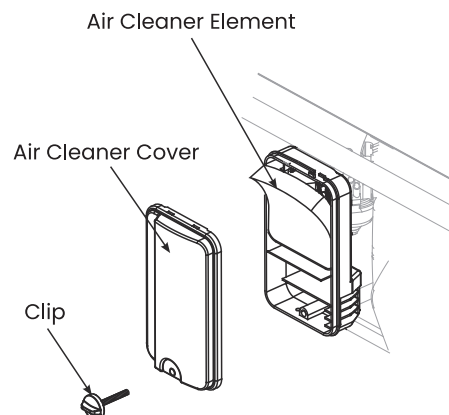

Abbildung 11: Luftfilterabdeckung abschrauben
7. Wählen Sie das richtige Motoröl wie in Abbildung 11 angegeben.
3. Schrauben Sie die Luftfilterabdeckung ab und kippen Sie die Abdeckung nach unten (siehe Abbildung 11).